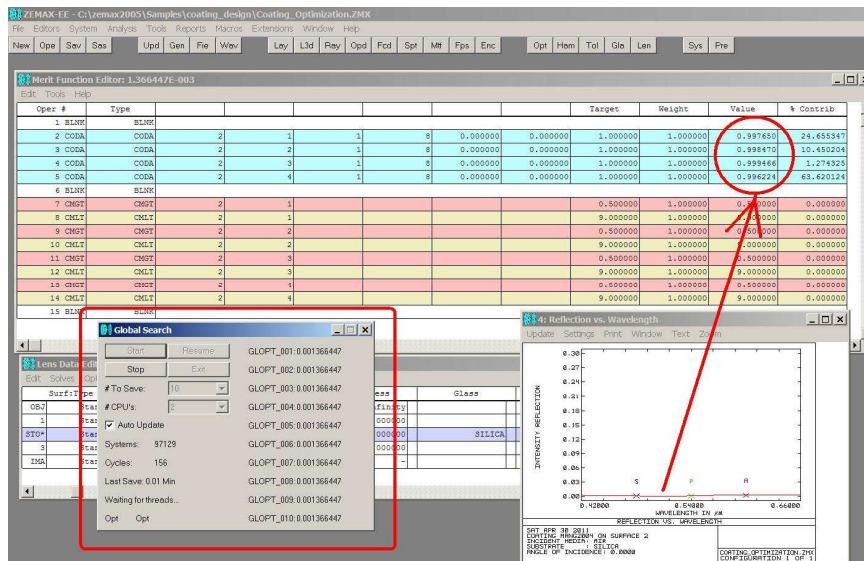
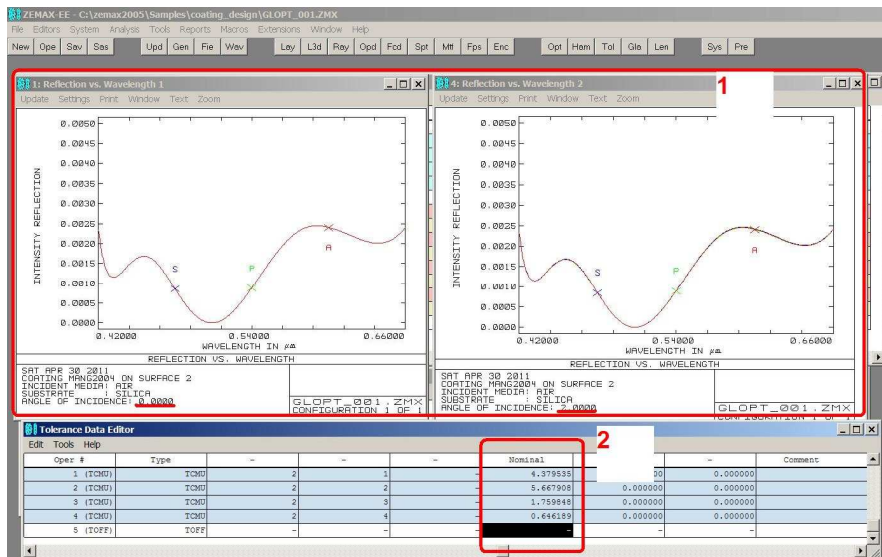

图 6
图 7
- 图 6: 1) 用全局搜索算法优化, 这个过程需要点耐心; 2) 某个优化结果: 镀膜面四个波长透过率的标称值分别为 0.9976, 0.9985, 0.9994, 0.9962。
- 进一步研究图 6 的数据, 1) 选择适当比例绘制 0° 和 2° 反射率-波长曲线, 可看出剩余反射标称值均小于 0.5%; 2) 编辑公差表操作数 TCMU, 从 Nominal 栏提取到膜系结构为: 0.0876L0.11336H0.0352L0.01292H, 如图 7。